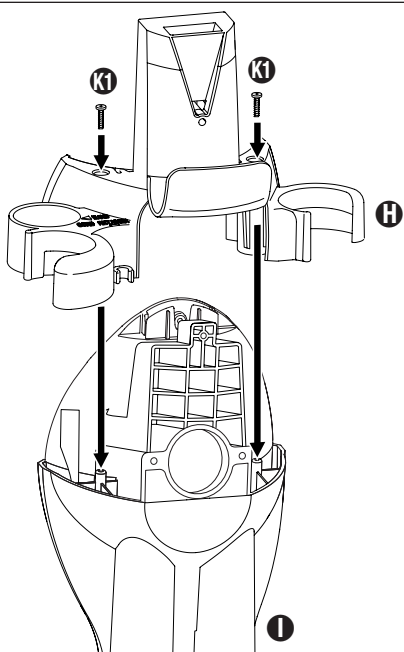

FIG. 2
Step 2: (FIG. 2) Attach the tool caddy ④ to the top of the rear housing ① by sliding it onto the housing, and then attach using the 2 short screws ⑪ provided.
Étape 2 : (FIG. 2) Fixez le porte-accessoires ❹ à la partie supérieure du boîtier arrière ❶ en le glissant sur le boîtier. Alignez les trous de vis, puis vissez avec 2 vis courtes ❺ fournies avec l'appareil.
Paso 2: (FIG. 2) Instale el portaaccesorios ❹ en la parte superior del alojamiento trasero ❶ deslizándolo sobre el mismo. Alinee los agujeros de los tornillos y fije las piezas usando los 2 tornillos cortos ❺ proporcionados.